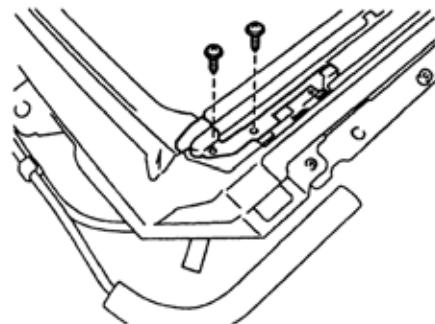

图 9-215
11)拆下天窗导流板总成。拆下 4 个螺钉和天窗导流板，如图 9-215 所示。